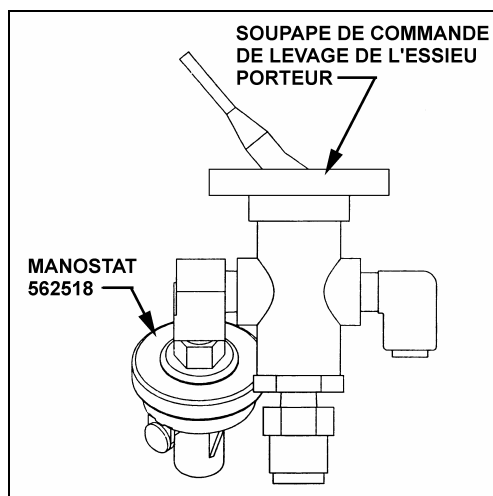

FIGURE 1 : MANOSTAT ET SOUPAPE
2. Soulever la plaque de protection munie des appareils de robinetterie afin d'avoir accès au manostat. Séparer les fils de connexion des bornes du manostat et dévisser le manostat. Nettoyer le trou de raccordement du manostat, appliquer du produit d'étanchéité Teflon sur les filets NPT et visser le nouveau manostat (Prévost #562518) en place (voir figure 1). Brancher les fils de connexion aux bornes du nouveau manostat.
2. Soulever la plaque de protection munie des appareils de robinetterie afin d'avoir accès au manostat. Séparer les fils de connexion des bornes du manostat et dévisser le manostat. Nettoyer le trou de raccordement du manostat, appliquer du produit d'étanchéité Teflon sur les filets NPT et visser le nouveau manostat (Prévost #562518) en place (voir figure 1). Rebrancher les fils de connexion aux bornes du nouveau manostat.